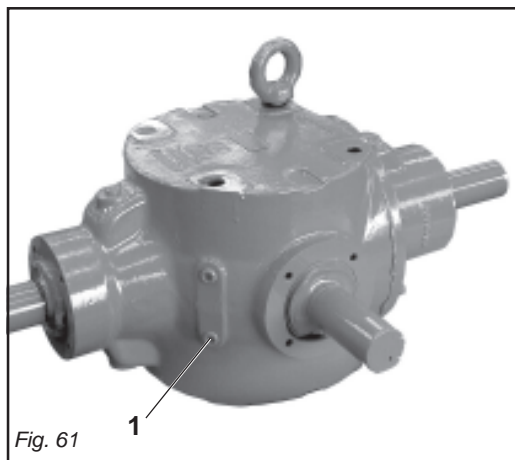
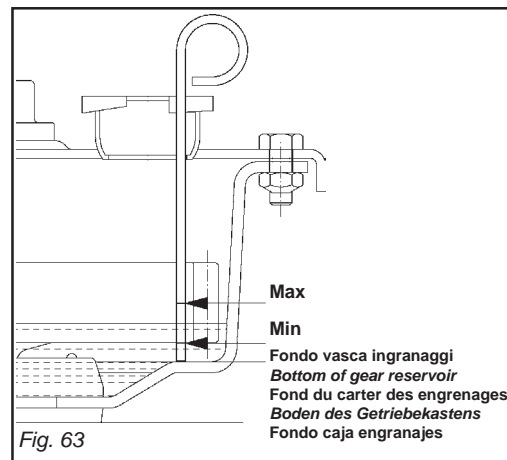
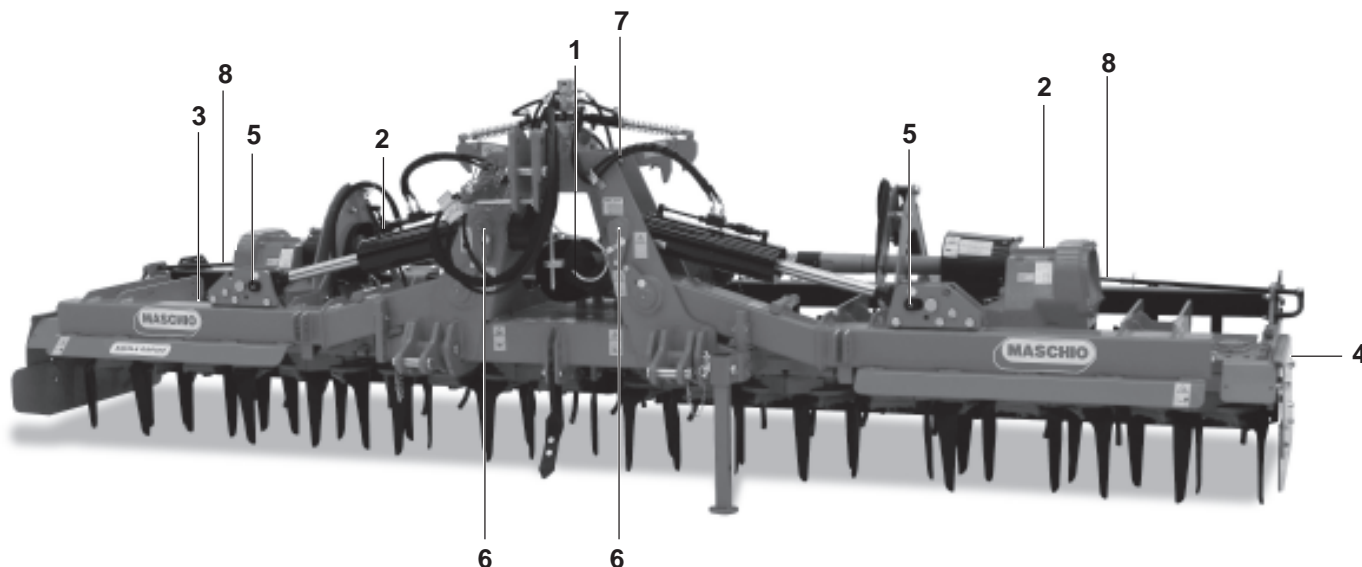

Fig. 61
Fig. 63
Fig. 65
- Per verificare il livello olio nella scatola centrale del riduttore (1 Fig. 65) svitare il tappo inferiore (1 Fig. 61) e controllare che il livello sia a filo del bordo inferiore del foro del tappo. Eventualmente rabboccare.
- *To check the oil level in the central housing of the final drive (1 Fig. 65), unscrew the lower plug (1 Fig. 61) and make sure that the level reaches the lower edge of the plug hole. Top up if necessary.*
- *Pour vérifier le niveau de l'huile dans le boîtier central du réducteur (1 Fig. 65), dévisser le bouchon inférieur (1 Fig. 61) et contrôler que le niveau est au raz du bord inférieur de l'orifice du bouchon. Si nécessaire faire un rajout.*
- *Die seitlichen hydraulischen Zylinder für die Regulierung des Heckbalkens fetten (8 Abb. 65).*
- *Die seitlichen Träger der Walzen fetten (4 Abb. 65).*
- *Um den Ölstand im zentralen Getriebegehäuse (1 Abb. 65) zu prüfen, den unteren Stopfen (1 Abb. 61) abdrehen und sicherstellen, dass das Öl bis zur unteren Kante der Stopfenöffnung steht. Eventuell Öl nachfüllen.*
- Engrasar los gatos laterales de regulación de la barra posterior (8 Fig. 65).
- Engrasar los soportes laterales de los rodillos (4 Fig. 65).
- Para controlar el nivel aceite en la caja central del reductor (1 Fig. 65) desenroscar el tapón inferior (1 Fig. 61) y controlar que el nivel llegue al borde inferior del agujero del tapón. Si es necesario abastecer.
- Per verificare il livello dell'olio nella vasca ingranaggi, svitare il tappo di carico (3 Fig. 65), e usando l'apposita astina in dotazione controllare che il livello risulti compreso tra le due tacche di riferimento (Fig. 63). Eventualmente rabboccare.
- Effettuare il cambio completo dell'olio del riduttore (1-2 Fig. 65) scaricandolo dal tappo di scarico ed introducendolo dal tappo di introduzione/livello.
- Effettuare il cambio completo dell'olio della vasca ingranaggi scaricandolo dal tappo ed introducendolo dal tappo di carico/livello (3 Fig. 65).
- To check the oil level in the gear reservoir, unscrew the fill plug (3 Fig. 65) and use the supplied dipstick to make sure that the level is between the two reference marks (Fig. 63). Top up if necessary.
- Completely change the oil in the reduction unit (1-2 Fig. 65) by draining the old oil through the drain plug and pouring fresh oil through the fill/level plug.
- Completely change the oil in the gear reservoir by draining the old oil through the plug and pouring fresh oil through the fill/level plug (3 Fig. 65).
- Pour vérifier le niveau de l'huile dans le carter des engrenages, dévisser le bouchon de vidange (3 Fig. 65), et en utilisant la jauge fournie, contrôler que le niveau se trouve entre les deux repères (Fig. 63). Si nécessaire faire un rajout.
- Vidangez entièrement l'huile du réducteur (1-2 Fig. 65) par le bouchon de vidange; mettez l'huile neuve par le bouchon de remplissage/jauge.
- Vidangez entièrement l'huile du carter de transmission par le bouchon de vidange; mettez l'huile neuve par le bouchon de remplissage/jauge (3 Fig. 65).
- Um den Ölstand im Getriebekasten zu prüfen, den Öleinfüllstopfen (3 Abb. 65) losdrehen und unter Benutzung des Ölmesststabes prüfen, ob der Ölstand zwischen den beiden Bezugskerben liegt (Abb. 63). Eventuell Öl nachfüllen.
- Das Öl im Getriebe wechseln (1-2 Abb. 65). Dazu die Ölablaßschraube losdrehen und neues Öl bei der Einfüll-/Standsschraube einfüllen.
- Den Ölwechsel im Zahnradkasten ausführen. Das Öl bei Stopfen ablassen und bei Einfüll-/Standsschraube (3 Abb. 65) einfüllen.
- Para controlar el nivel del aceite en el contenedor engranajes, desenroscar el tapón de carga (3 Fig. 65), y utilizando la respectiva varilla de serie controlar que el nivel esté comprendido entre las dos muescas de referencia (Fig. 63). Si es necesario abastecer.
- Efectuar el cambio completo del aceite del reductor (1-2 Fig. 65) descargándolo del tapón de descarga e introduciéndolo a través del tapón de introducción/nivel.
- Efectuar el cambio completo del aceite del contenedor engranajes descargándolo a través del tapón e introduciéndolo a través del tapón de carga/nivel (3 Fig. 65).